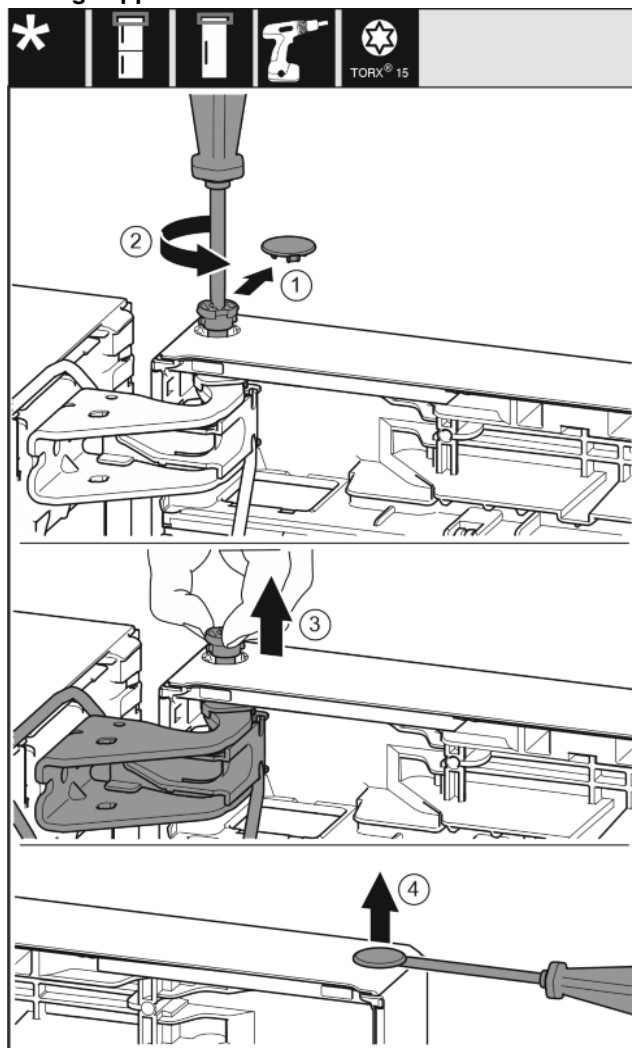

Fig. 18
- ▶ Estrarre con cautela la copertura di protezione. Fig. 18 (1)
- ▶ Con un cacciavite T15 svitare un po' il perno. Fig. 18 (2)
- ▶ Tenere ferma la porta ed estrarre il perno con le dita. Fig. 18 (3)
- ▶ Con un cacciavite a testa a intaglio sollevare con cautela i tappi a vite dalla boccola della porta ed estrarli. Fig. 18 (4)